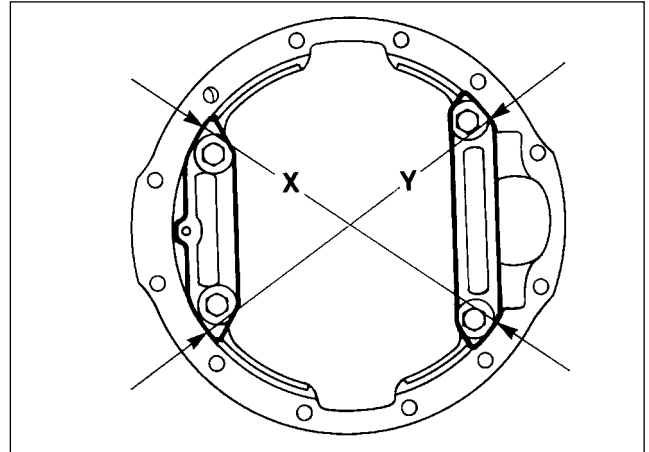

Fig. 49
2. Con un micrómetro apropiado colocado diagonalmente en los puntos (X-Y-flechas, fig. 49); con-statar y anotar la distancia de los sombreretes;